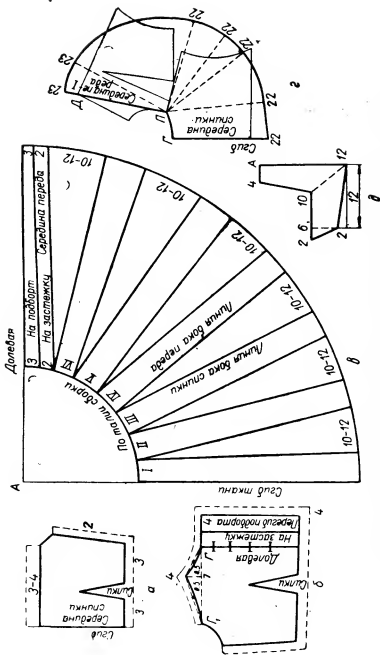

Рис. 234. Подготовка выкройки комбинированного сарафана с пелеринкой к раскрою:
**Спинка.** При раскладке выкройки на ткани спинку укладывают так (рис. 234, а), чтобы ее середина была по долевой нити на сгибе ткани.
**Полочка.** При раскладке выкройки на ткани полочку укладывают так, чтобы ее середина была по долевой нити ткани (рис. 234, б) и отступала от края ткани на 4 см (на обработку застежки).
**Юбка.** Ткань складывают вдвое (если ткань широкая, то по сгибу ткани, а если узкая, — то кромка с кромкой лицевой стороны внутрь (рис. 234, в).
**Пелеринка.** По выкройке верха лифа (спинки и полочки) кроют пелеринку. Прикладывают середину спинки лифа к сгибу ткани, затем оставшуюся часть верха полочки лифа прикладывают к спинке так (рис. 234, г), чтобы плечевые линии были встык с точкой П. Затем от точки Г устанавливают длину пелеринки (в данном случае 22 см), от точки П проводят через точку Д (середина переда полочки) прямую линию так, чтобы она была на 1 см больше длины пелеринки.
Для того чтобы сделать ровный клеш пелеринки, следует установить несколько вспомогательных точек, отложив от точки П по 22 см (рис. 234, г), и сшивать клеш.
**Карман.** Наносят линии фасонного кармана. Проводят вертикальную линию, ставят на ней точку А и от точки А вниз откладывают 12 см (рис. 234, д). От точки 12 влево проводят горизонтальную линию и откладывают 12 см, от точки 12 вверх откладывают 2 см, точки 2 и 12 соединяют по линейке, затем от точки 2 вверх проводят вертикальную пунктирную линию и откладывают 6 см, от точки 6 влево откладывают 2 см, точки 2 соединяют по линейке. От точки 12 на биссектрисе угла откладывают 10 см.